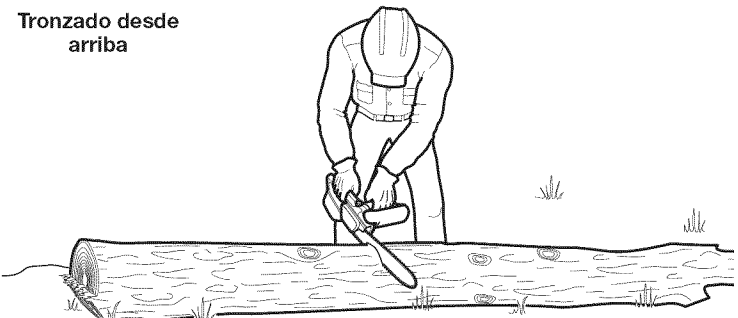

Fig. 19
Cuando los troncos están sostenidos en toda su longitud, se debe tener cuidado adicional para que la cadena de la sierra no entre en contacto con el suelo u otra estructura de apoyo (Fig. 19).
1. Comience a cortar el tronco desde arriba, con la parte inferior de la cadena de la sierra contra la parte superior del tronco (Fig. 19).